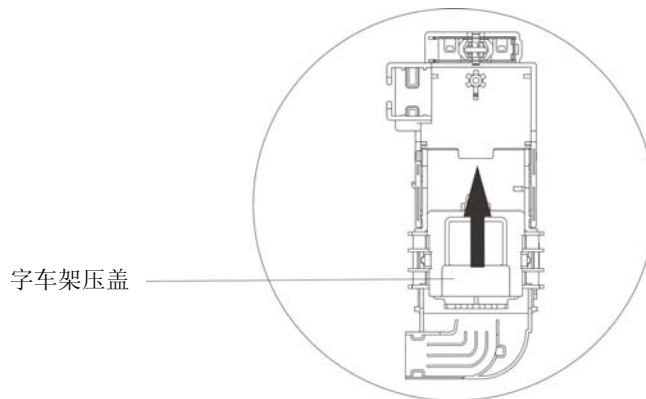

图 A-8 锁紧字车架压盖
⑥ 合上字车架压盖，按箭头方向推锁紧压盖（如图 A-8 所示）。